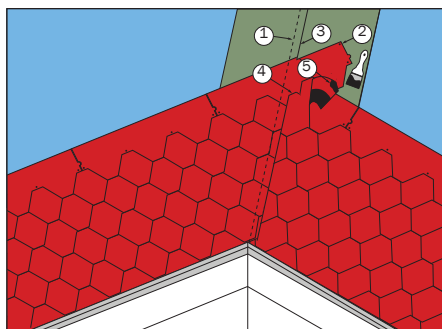

Рис. 19
Сначала монтаж рядовой черепицы выполняются на малоуклонном скате с нахлестом на более крутой скат на величину не менее 30 см (рис. 19). Каждая черепица дополнительно фиксируется с помощью кровельных гвоздей в верхней части (2). Не следует прибивать спе-